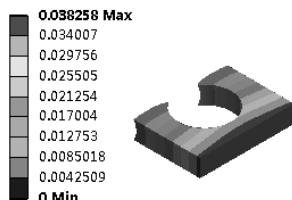

图 4-39 Capped IsoSurfaces
- ✧ Capped IsoSurfaces: 删除了模型的一部分之后的显示结果, 删除的部分是可变的, 高于或低于某个指定值的部分被删除, 如图 4-39 所示。